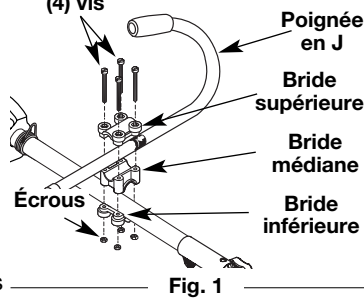

Fig. 1
1. Placez la poignée en J entre les brides supérieure et médiane (Fig. 1).
2. Maintenez les trois pièces ensemble et introduisez les quatre (4) vis dans les brides supérieure et médiane.